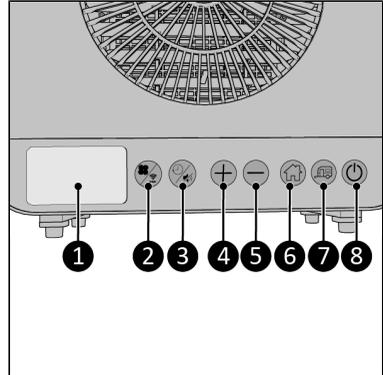

Figuur 3.
10. Houd de schroefdraden (Figuur 3, pos. 8) binnen bereik voor de schroefdraden op de beugel (Figuur 10, pos. 4).
12. Draai de schroefdroppen (Figuur 3, pos. 8) op de schroefdraden (Figuur 11, pos. 2).